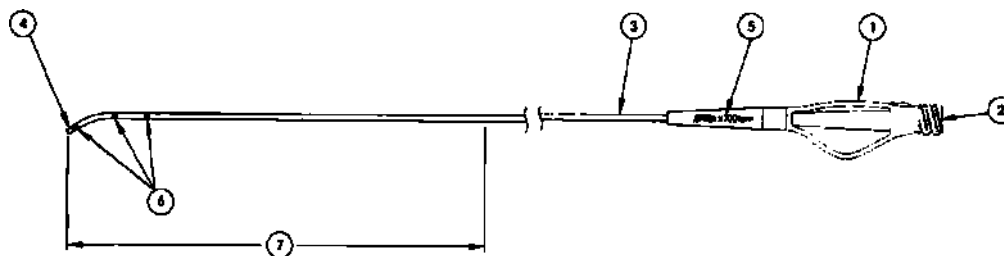

Figura 1. Cateter de suporte angular TrailBlazer™
O cateter de suporte angular TrailBlazer™ é um cateter sobre o fio (OTW) de lúmen único com uma ponta cônica angular. O sistema do cateter é compatível com fio-guia de 0,36 mm (0,014 pol.), 0,46 mm (0,018 pol.) e 0,89 mm (0,035 pol.). Dependendo do modelo, o cateter de suporte tem um comprimento útil de 65 cm, 90 cm, 135 cm ou 150 cm. Todos os modelos são compatíveis com uma bainha introdutora de tamanho 4. Para calibração específica, consulte a Tabela 1 para obter especificações dos modelos. Tal como indicado na Figura 1, o lúmen começa (2) na extremidade proximal do coletor (1) e continua através do cateter (3) até a ponta angular distal (4). O lúmen é utilizado para passar o cateter sobre um fio-guia. O diâmetro compatível do fio-guia e o comprimento útil estão marcados no dispositivo de alívio de tensão (5). O eixo distal do cateter tem três marcadores radiopacos (6) que ajudam no posicionamento do cateter. Os primeiros 40 cm da extremidade distal do cateter (7) possuem um revestimento hidrofílico.